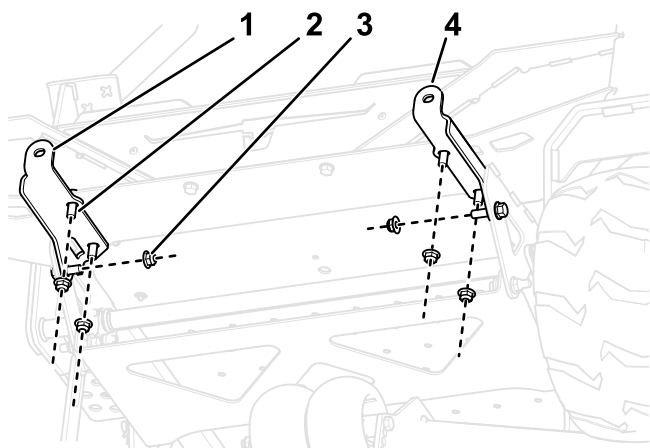

Рисунок 3
1. Используйте 6 болтов (3/8 x 1 дюйм) и контргайки (3/8 дюйма) для крепления левого и правого кронштейнов грузов к передней части машины, как показано на Рисунок 3.